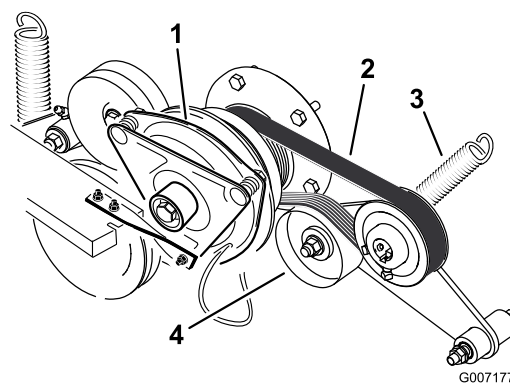

Bild 63
3. Entfernen Sie die Feder vom Spannarm (Bild 63).
4. Legen Sie einen neuen Riemen um die Motor- und Hydraulikpumpenscheiben (Bild 63).
6. Haken Sie die Feder wieder in den Spannarm ein (Bild 63).